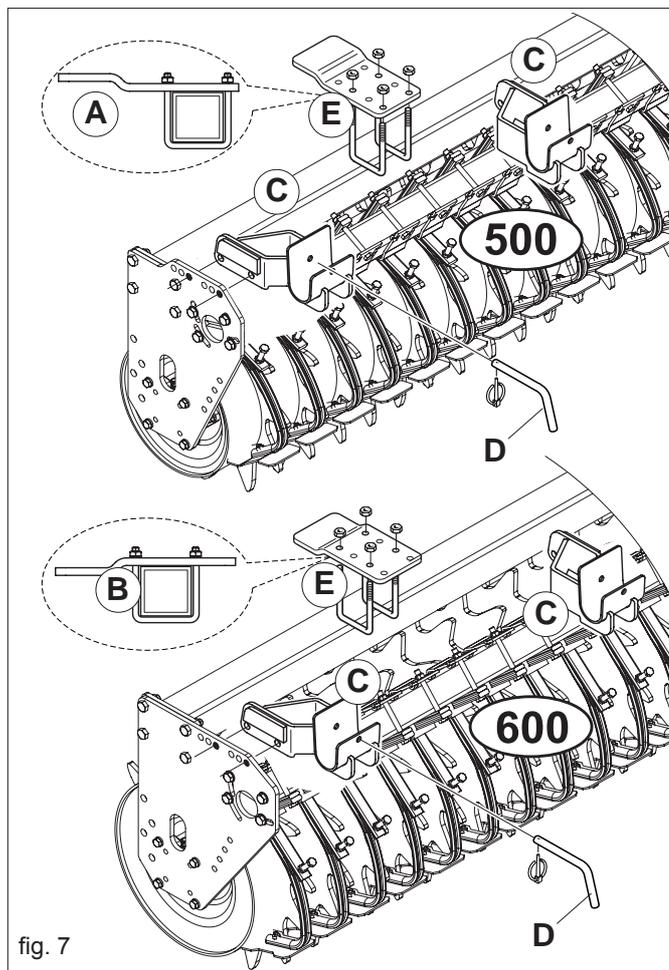

fig. 7
- die 2 Sämaschinehalterungen (C, Abb. 7) an den hinteren Walzenseitenwand der Drehegge aufstellen, wie gezeigt im Bild 7.
- die Sperrestifte der Ackerwalze wegnehmen (F, Abb 8) und in der Stellung (G) setzen. Mit verbundenen Ausrüstungen, die Handlung gestattet ein Gleichlauf im Sämaschine- und Ausrüstungswerk zu versichern.
- In der Korrespondenz der Unterstützungen (I, Fig. 9), Platten von Unterstüzung (E) wie angezeigt in Bild 7 anbringen. Aufmerksamkeit die richtige Versammlung von der Platte Bild:
- Ackerwalze Ø 500 = Position (A, Abb. 7);
- Ackerwalze Ø 600 = Position (B, Abb. 7).